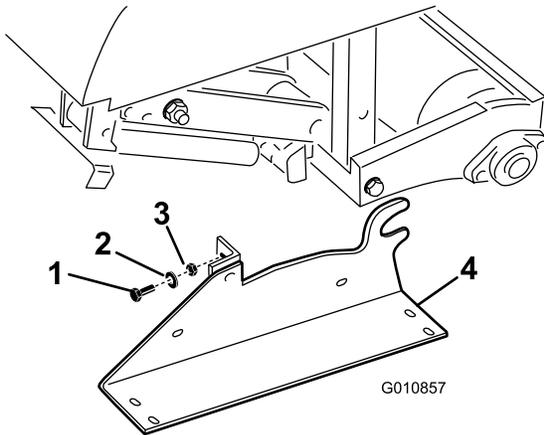

图34
2. 卸下将存放架固定到打孔机两端的螺栓、锁紧垫圈和螺母 图34。